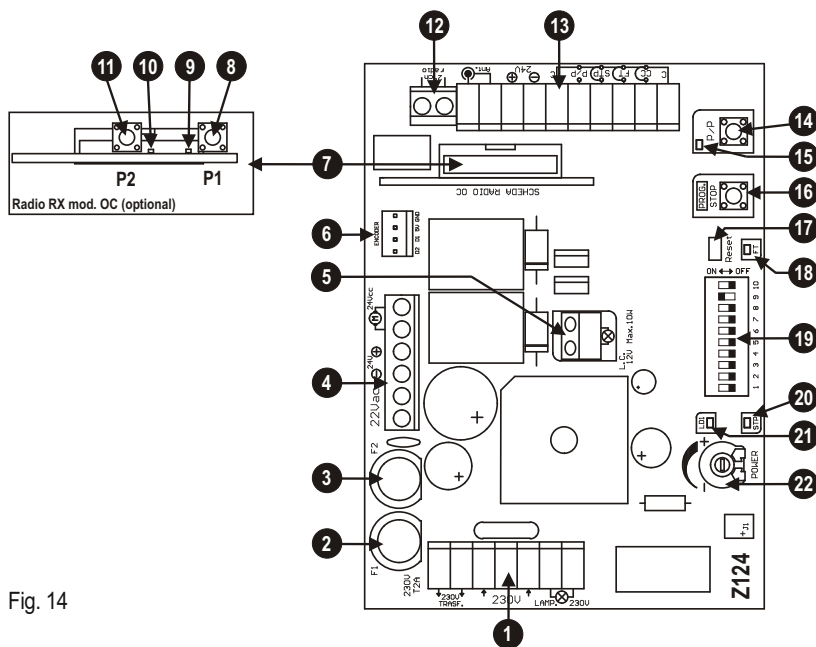
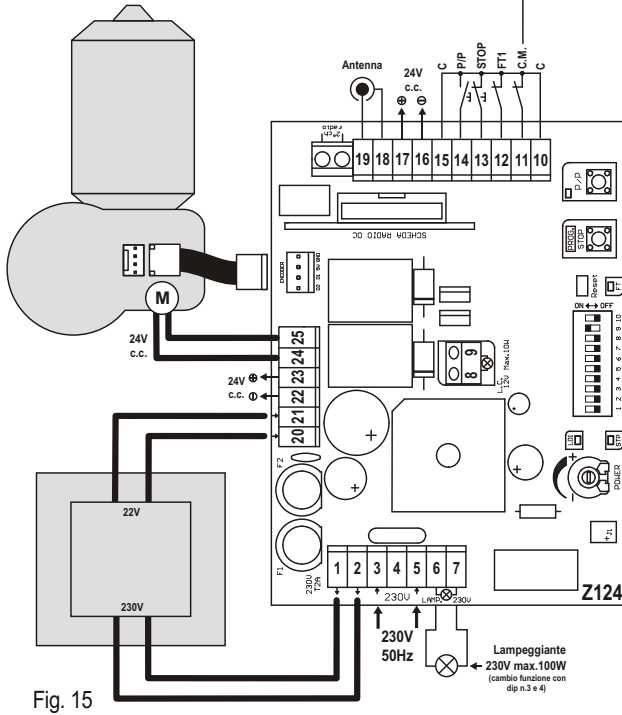

Fig. 14
Fig. 15
## DESCRIZIONE DELLE PARTI (fig. 14)
- 1) Tenendo premuto il pulsante PROG. effettuare un reset cortocircuitando col cacciavite il jump Reset (part. 17 di fig. 14).
- 9) Per tornare al funzionamento normale eseguire un reset della centrale (cortocircuitare il connettore, part. 17 di fig. 14)
Durante la fase di apprendimento si azionerà più volte il tasto **P/P** (part. 14 di fig 14), in alternativa si può usare il comando **P/P** (morsetto 14, fig. 15) oppure il trasmettitore radio memorizzato sul primo canale del ricevitore.